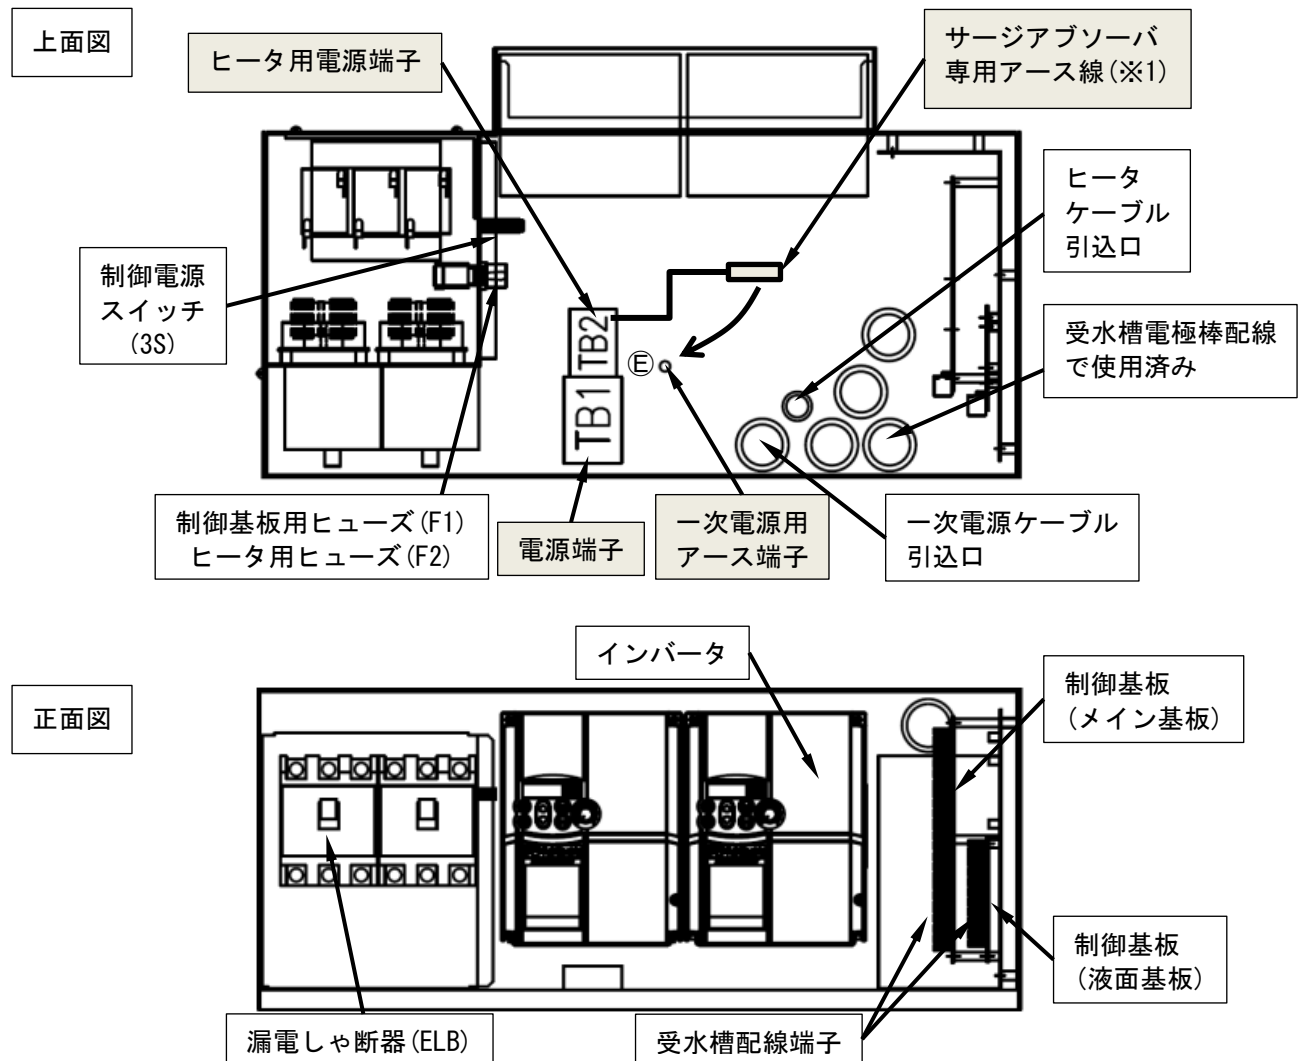

図4 制御盤内図（制御盤カバーを外した状態）
- (1) この給水装置は、主要部品（電動機・圧力センサ・フロースイッチ・サーミスタ・電極棒等）の電気配線は、行ってありますが、一次電源は配線してありませんので、制御盤内の結線図により行ってください。配線は専用として、金属管又は金属ダクトに入れて、シールドを施し、管の外被は接地してください。同一管またはダクト内に、他のケーブルや制御線は併設させないでください。
- (2) この給水装置は、一次電源側に主開閉器が入っておりませんので必ずお取り付けください。感電事故防止のため、法律により、ご使用先に漏電しゃ断器の取り付けが、義務付けられています。本給水装置には特に「インバータ用」のものをご使用ください。
- (3) 開閉器を入れる前に、次の点をお調べください。
- ①しゃ断器は、適切なものが入っているか。
- ②配線は、間違いはないか。
- ③接地（アース）は、確実に施工してあるか。（D種（第三種）接地工事）
- ④電動機端子3本が、1本でもゆるんだりはずれたりしていないか。端子2本で運転されると、欠相運転となり、電動機が焼損しますので、ご注意ください。（単相機種でも3本使用）
- (4) 受水槽電極は結線済みです。「5. 電気配線（受水槽電極）」をご確認ください。
- (5) 電圧は、定格電圧の±5%以内、相間電圧アンバランス2%以内まで差支えないようになっていますが、その範囲を越えてのご使用は、故障の原因となりますので、ご使用しないでください。
- (6) 一次電源の配線の際は、一次電源のアース線を一次電源用アース端子に接続してください。単独交互0.4~1.1kW機種及び並列交互0.4kW機種については、サージアブソーバ専用アース線も、一次電源用アース端子に接続してください（図4 ※1）。
- (7) TB2 ヒータ用電源（400VA以下）は電源端子台より直接配線していますので、取り扱いの際は必ず主電源を切ってから行ってください。（盤内の開閉器のON-OFFとは無関係です）